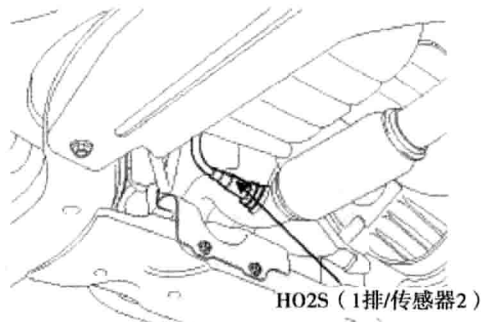

图 1-1-9 加热式氧传感器 (HO2S) (1排/传感器2) 位置图
- (9) 加热式氧传感器 (HO2S) (1排/传感器2) 位置图如图 1-1-9 所示。